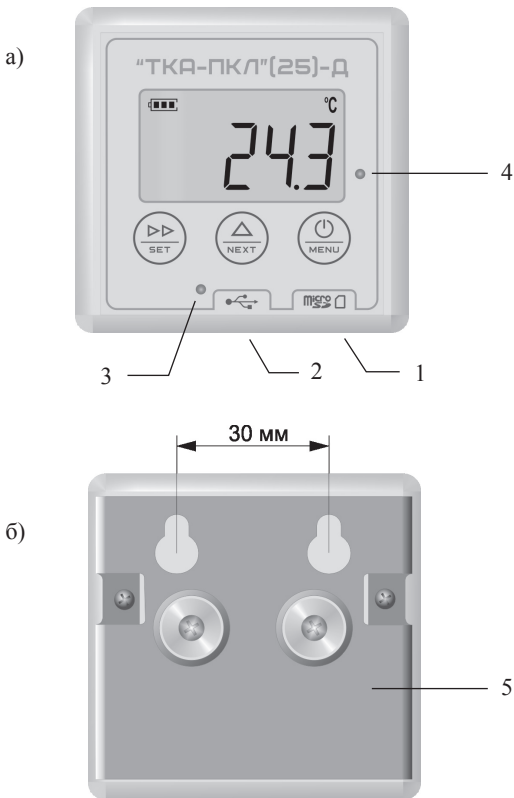

Рис.1 – Внешний вид прибора (а - спереди, б - сзади)
На лицевой стороне корпуса прибора расположены: жидкокристаллический индикатор, два светодиода состояния прибора и три кнопки управления (Рис.1).
Датчики измеряемых параметров установлены внутри корпуса прибора. Разъём micro-USB (2, Рис.1) предназначен для связи с ПК.
На обратной стороне корпуса расположено универсальное крепление (5, Рис.1), позволяющее устанавливать прибор на различные поверхности с помощью саморезов или стяжек, а так же крепить на металлические поверхности с помощью прикручиваемых к креплению магнитов, входящих в комплект поставки.
5.10 В дополнение к экрану прибора на лицевой панели размещен дополнительный светодиодный индикатор состояния прибора, имеющий три состояния (3, Рис.1). Если прибор находится в энергосберегающем режиме индикатор мигает зеленым цветом; если превышен один из критических уровней – красным. При заполнении на 90 % внутренней энергонезависимой памяти данных прибора светодиодный индикатор будет гореть красным цветом.
прибора или в процессе работы на дисплее появится символ разряда батареи (  ), поставьте прибор на зарядку, подключив к прибору через разъем micro-USB запитанное зарядное устройство или внешний аккумулятор. Для отслеживания процесса заряда внутреннего аккумулятора на лицевой панели прибора расположен индикатор заряда (4, Рис.1), горящий красным цветом во время заряда и не горящий, если процесс заряда окончен.